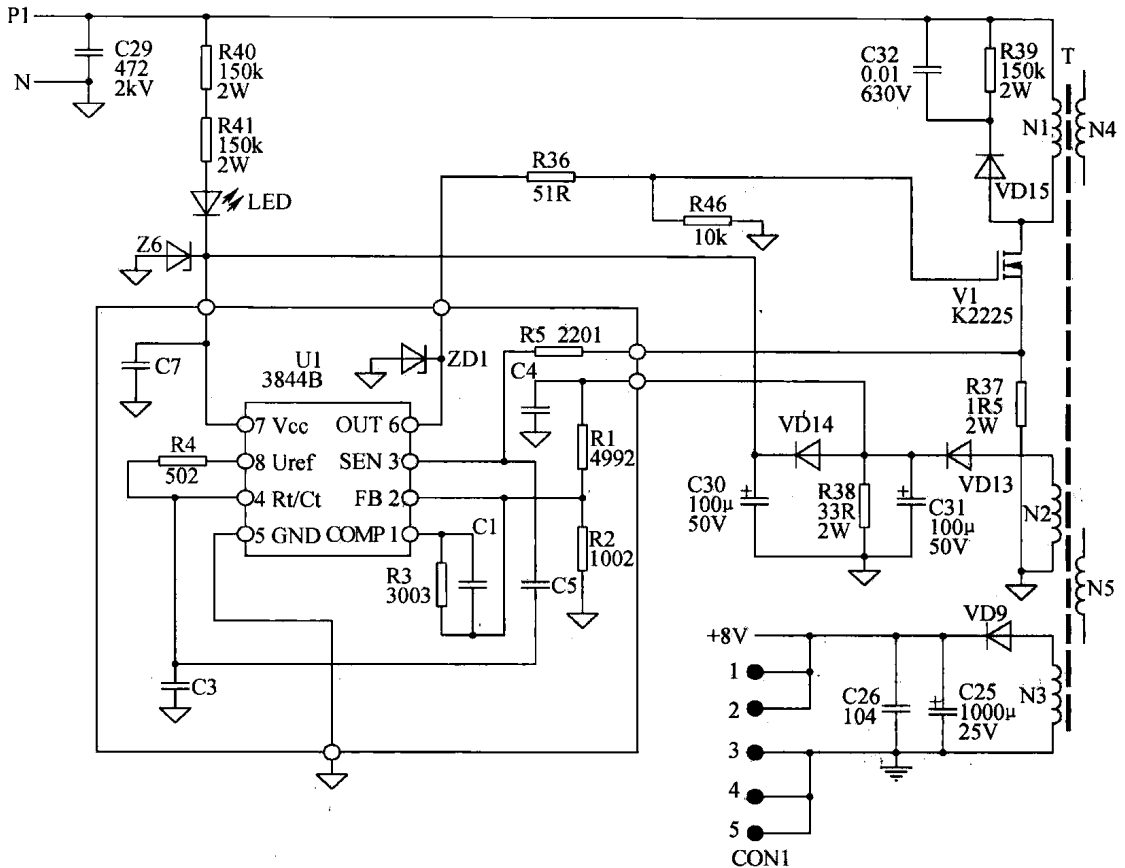

图 1-3 变频器的开关电源电路例图
(1) 变频器的开关电源电路例图（见图 1-3）
一种为图 1-3 所示的类型，将 3844B 振荡芯片与外围元件做成一个单元电路，一般全是贴片元件做的，体积很小的一块电路板。此类电路，或画出内部电路，如图 1-3 所示；或省略内电路，只画出一个引脚框图。这部分电路一般是用细线框住。细线框内的电路起名为振荡板。厂家是把整个小电路板视为一个器件（如一块 IC 电路一样）。在变频器出现开关电源故障返回厂家维修时，也总是将整个小电路板换掉，并不去检修小电路板上的电路。
片，而是由分立元器件做成单管（或双管）自激振荡电路。对电路中大部分元器件的命名和表述也大致与图 1-3 相同，在此就不画出例图了。